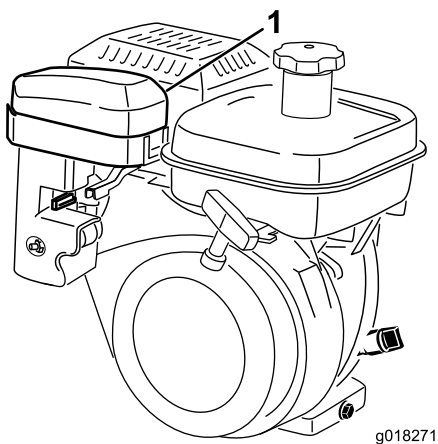
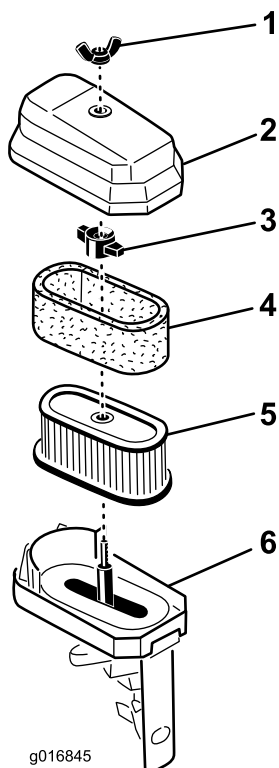

图31
图32
2. 拧掉将空气滤清器盖固定到空气滤清器上的蝶型螺帽，然后取下滤清器盖。彻底清洁滤清器盖（图31 和图32）。
3. 如果泡沫滤芯变脏，请将其从纸质滤芯中取出（图32）。彻底清洁泡沫滤芯。